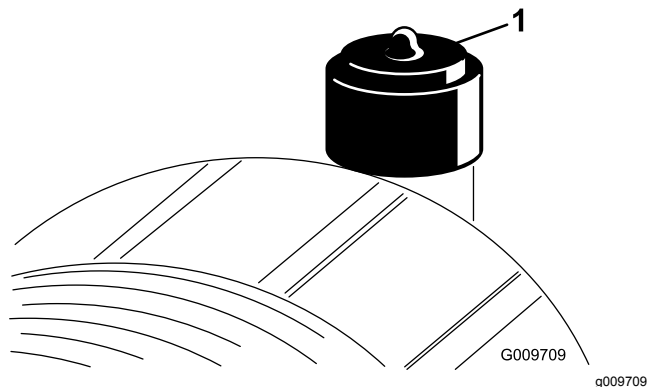

図 25
エアクリーナの整備はインジケータ **図 25** が赤色になってから行ってください。早めに整備を行っても意味がありません。むしろフィルタを外したときにエンジン内部に異物を入れてしまう危険が大きくなります。
6. インジケータ図 25 が赤になっている場合はリセットする。